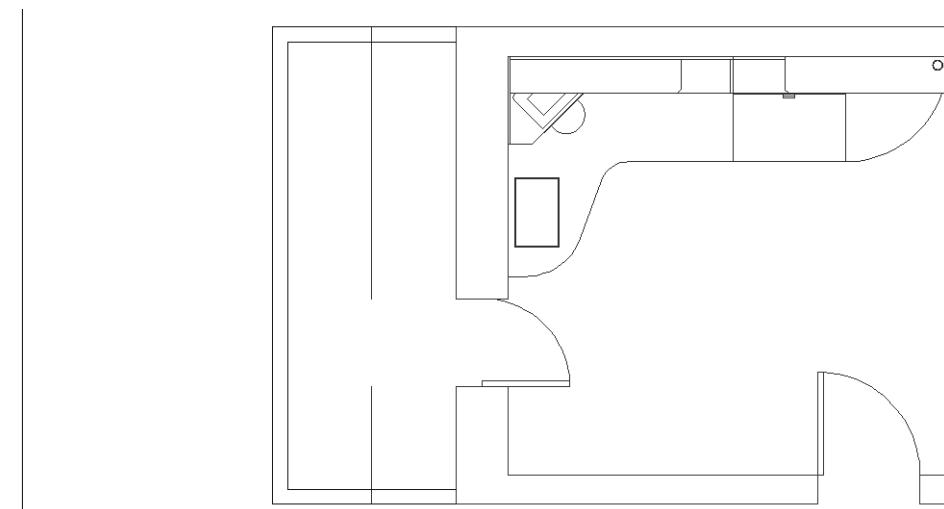

Рис. 7.23 ▼ Вспомогательные линии для вставки оконных блоков шириной 1000 мм созданы
3. Сместите левые вертикальные отрезки контуров наружной стены детской, прилегающей к балкону, влево на расстояние, равное половине горизонтального отрезка внутреннего контура стены балкона (рис. 7.23). (Если вы создали чертеж балкона по приведенным в начале главы размерам, то расстояние смещения должно быть равным 575 мм.)